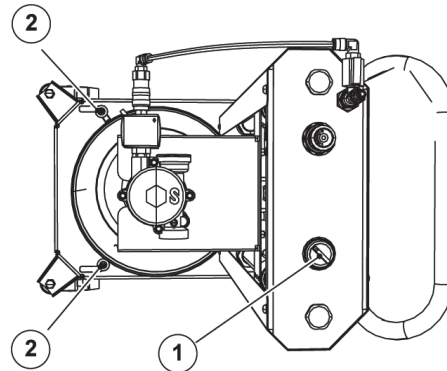
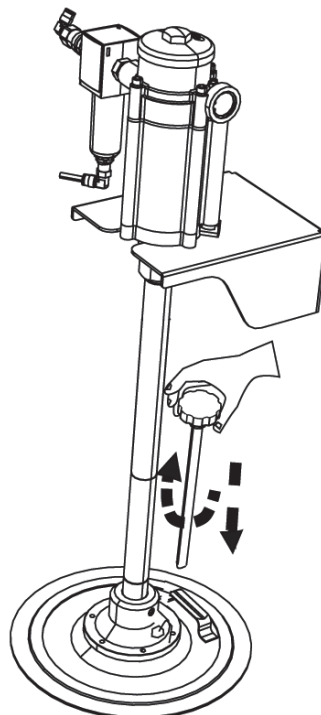

Fig. 6
Fig. 7
2. Turn the lifter control (pos. 1) (fig. 6) to the "up" position to lift the pump and the follower plate to the top.
3. Open the pail fasteners. (pos. 2) (fig. 6).
5. Close the pail fasteners (pos. 2) (fig. 6).
6. Turn the lifter control (pos.1) to the "off" position. The pump and the follower plate will approximate to the pail.
8. Turn the lifter control (pos. 1) to the "down" position.
9. When the grease is pushed out from the follower plate air bleeder opening, switch lifter control (pos. 1) to the "off" position.
10. Screw the follower plate air bleeder (fig. 7).
2. Seleccione la posición "up" en el mando del elevador (pos. 1) (fig. 6), para conseguir que tanto la bomba como el plato lleguen a la parte superior.
3. Abra las grapas de sujeción del bidón (pos. 2) (fig. 6).
5. Cierre las grapas de sujeción del bidón (pos. 2) (fig. 6).
6. Seleccione la posición "off" en el mando del elevador (pos. 1) (fig. 6). Plato y bomba bajarán por su propio peso.
8. Seleccione la posición "down" en el mando del elevador (pos. 1).
10. Introduzca de nuevo el purgador del plato seguidor (fig. 7).